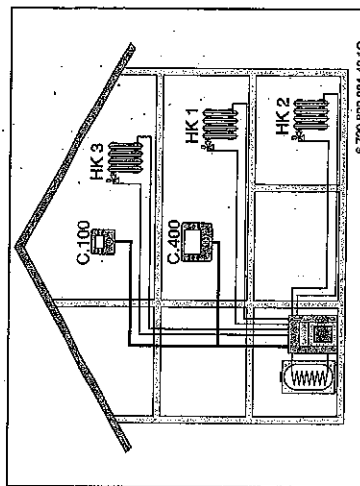

Bild 2 Beispiel für Heizungsanlage mit drei Heizkreisen und CR100 als Fernbedienung (Einfamilienhaus mit Einliegerwohnung oder Werkstatt)
ten Heizkreise (z. B. HK 1 und 2, → Bild 2). Die Bedieneinheiten C 400 und C 800 können bei außentemperaturgeführter Regelung auch am Wärmeerzeuger montiert werden.
- Die CR100 regelt als Fernbedienung komplett den zugeordneten Heizkreis (z. B. HK 3, → Bild 2) hinsichtlich Raumtemperatur, Zeitprogramm, Urlaubsprogramm und Warmwasser-Einmallladung. Neben dem Automatikbetrieb steht auch der manuelle Betrieb zur Verfügung.